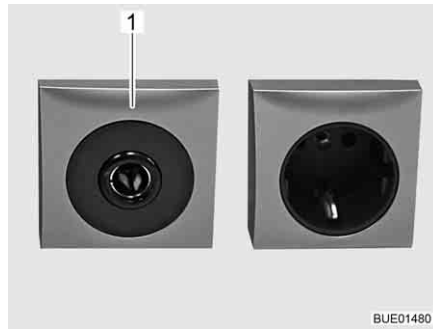

Fig. 147 Prise de courant 12 V/10 A
- ▷ Ne brancher aux prises de courant (Fig. 147,1) du réseau de bord 12 V que des appareils de maximum 10 A.